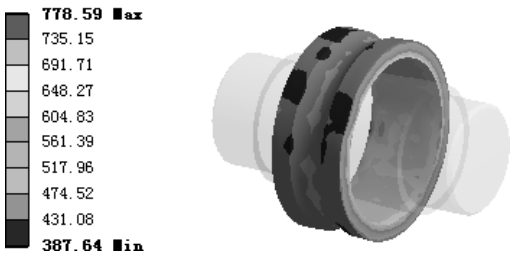

图 7.6.38 应力结果图解（几何体 1）
(4) 查看 SHAFT 应力图解。在“Outline”窗口中选中  Equivalent Stress 2, 查看图 7.6.38 所示的几何体 1 的应力结果, 其最小应力为 387.64 MPa, 其最大应力为 778.59 MPa。